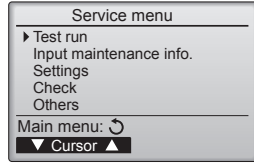

Fig. 6-4
- ③ [F1] veya [F2] düğmesi ile "Test run" (Test çalıştırma) ögesini seçin ve ☒ düğmesine basın. (Fig. 6-4)